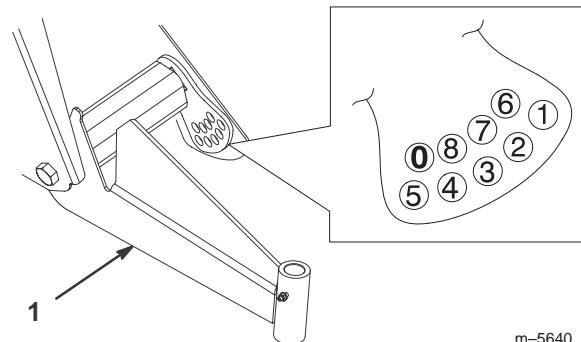

Figure 25
**Remarque:** Les bras triangulés sont en caoutchouc et ont des élasticités différentes. Pour cette raison, ils sont réglés en usine en fonction de leur élasticité. Généralement, les boulons de réglage sont installés dans le trou numéro 2, 3 ou 4 (Fig. 25) et cela peut varier du côté gauche (côté conducteur) au côté droit (côté passager). Si les bras triangulés semblent s'affaisser, il faut les déplacer d'un numéro de plus (Fig. 25). Chaque trou équivaut à un réglage de 19 mm à la roue. Ceci doit aussi être fait si vous ajoutez des accessoires lourds ou si vous transportez de lourdes charges fréquemment.